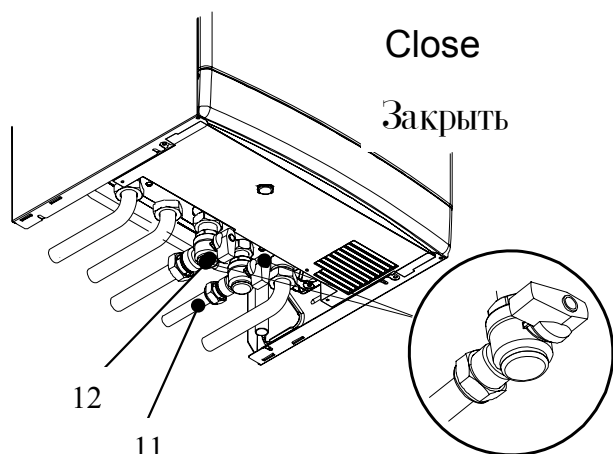

Fig. 8.3
- Turn off the d.c.w. inlet isolating valve (11 in Fig. 8.3) and turn on the hot water taps and any drain cocks.
- Закройте кран подачи горячей воды (11 на рис. 8.3) и откройте краны горячей воды и все сливные краны.